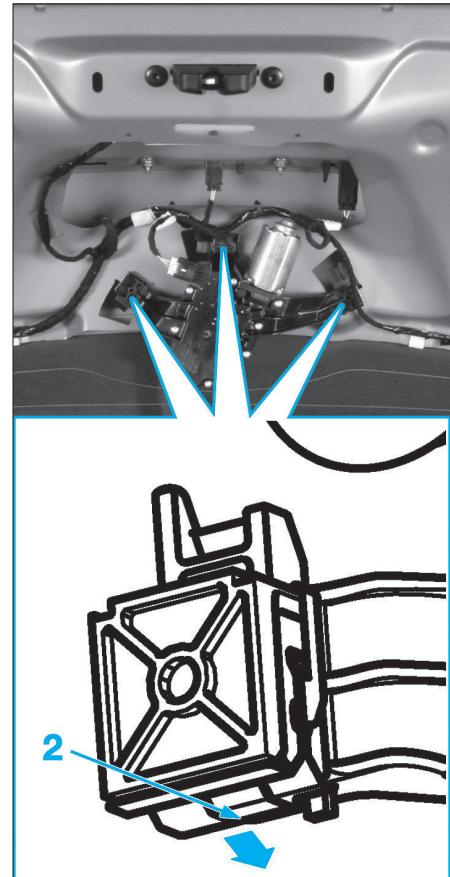

Fig. 87
- A l'aide d'un tournevis plat, pousser la languette en (2) (Fig.87) afin de déverrouiller la fixation.